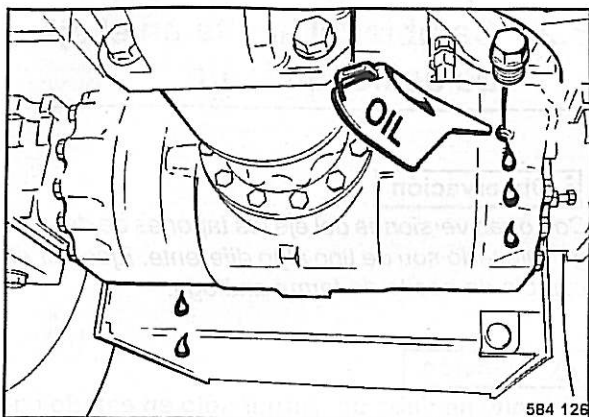

Fig. 115
- Cargar aceite por los taladros de control del nivel de aceite (Fig. 115) hasta el aceite se encuentra en la arista inferior del agujero.